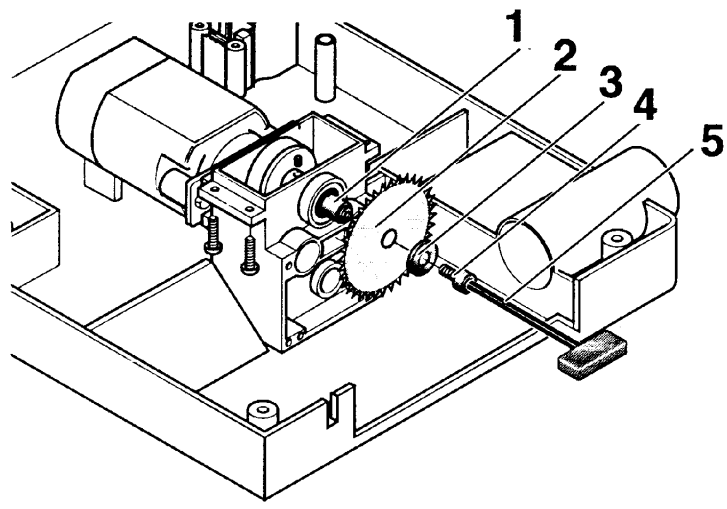

Fig. 4
3. Mit dem 3 mm Innensechskantschlüssel **5** (Fig. 4) Schraube **4** abschrauben, Ring **3** und Sägeblatt **2** abnehmen.